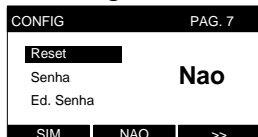

Figura 3
2. Selecione **ECONO** para modo econômico (display apaga automaticamente após segundos) ou **NORMAL** para modo normal (display aceso por todo o tempo). Clique em **>>** para confirmar (figura 3);